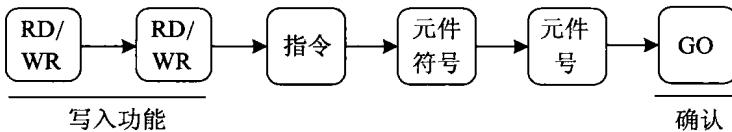

图 6-11 有指令助记符和一个元件的指令输入
(2) 有指令助记符和一个元件,如:LD、LDI、AND、ANI、OR、ORI、SET、RST、PLS、PLF、MCR、OUT(除 OUT T 和 OUT C 外)等指令,写入这类基本指令的操作如图 6-11 所示。